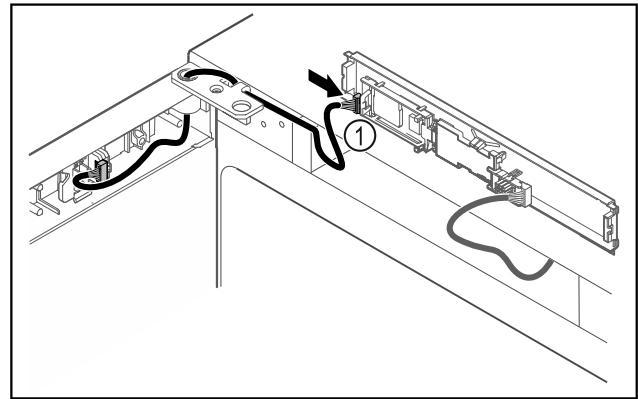

Fig. 45
- Připojte zástrčku Fig. 45 (1) na desku.